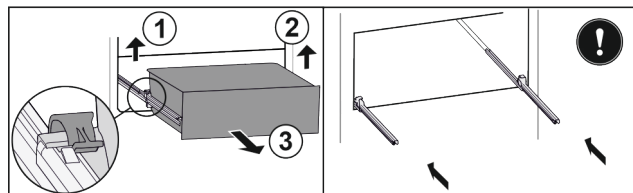

Fig. 18*
- ▶ Podnieść lewy zacisk i wysunąć jednocześnie szufladę po lewej do przodu Fig. 18 (1).*
- ▶ Podnieść prawy zacisk i wysunąć jednocześnie szufladę po prawej do przodu Fig. 18 (2).*
- ▶ Wyjąć szufladę do przodu Fig. 18 (3).*